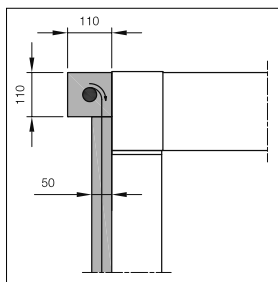

Abb. 116
- » Ausführung der Senkrechtmarkise immer als Linksroller (Abbildung 116)